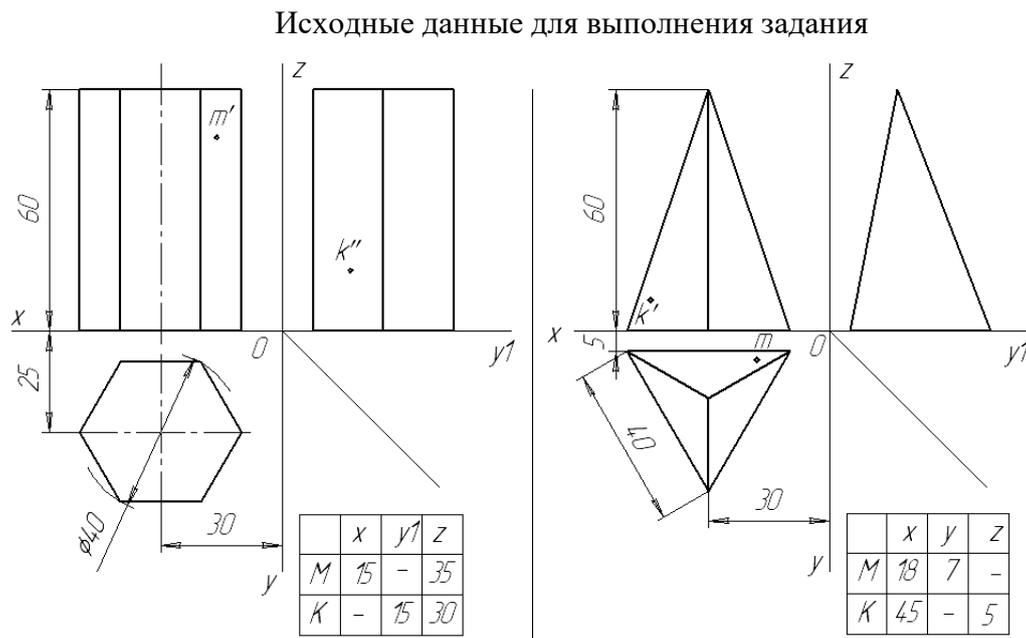

Рисунок 3–Комплексные чертежи призмы и пирамиды к заданию
1. Построить горизонтальную, фронтальную и профильную проекции призмы и пирамиды (рис.3);
3. Построить заданные проекции точек Ми N на комплексном чертеже многогранников (рис. 3);